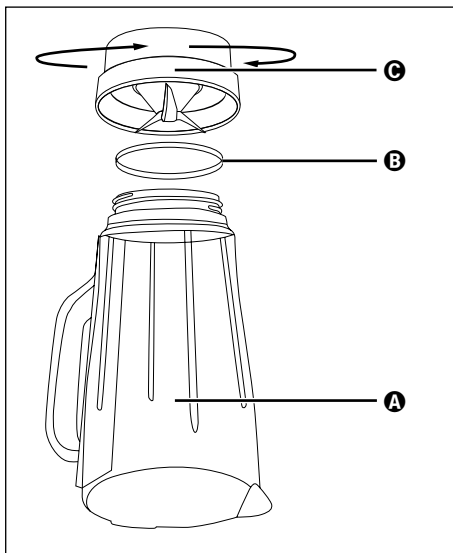

Abb. 4
- 2) Stellen Sie das Gerät auf den Kopf und drehen Sie das Plastikteil Ⓒ des Mixaufsatzes ③ gegen den Uhrzeigersinn, so dass es sich vom Glasteil Ⓐ des Mixaufsatzes ③ lösen lässt (siehe Abb. 4).